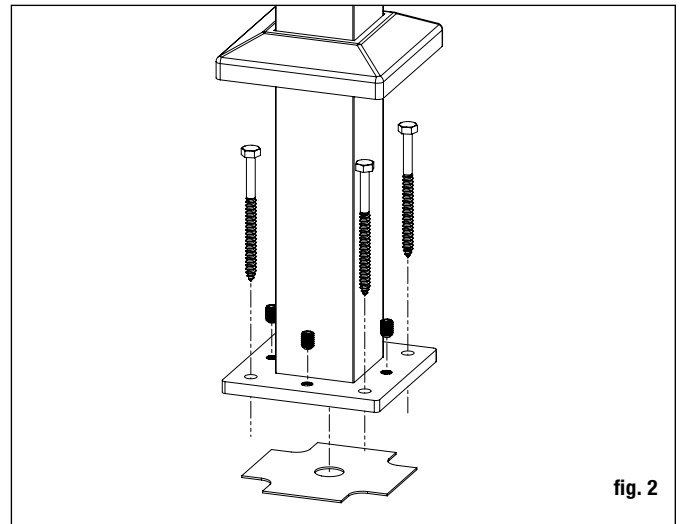

fig. 2
**Paso 1** Instale los postes fijando la base de aluminio a la superficie de la terraza. Coloque el poste de forma tal que los el sujetador penetre la viga del piso y asegúrese de que los tabloncillos estén encajados firmemente a la viga en la ubicación de los postes. De ser necesario, utilice bloques de madera bien fijos a la estructura de la viga como refuerzo debajo de los tabloncillos donde van los postes. Los sujetadores que sostienen la base de los postes a la superficie deben poderse asegurar a las vigas o llaves de refuerzo, no solo a los tabloncillos en sí. *Nota: Al instalar los postes de aluminio sobre una superficie de madera, los tornillos deben estar enroscados al menos 7.6 cm (3 pulg) dentro de madera sólida (sin incluir el piso de la terraza). Las tablas de terraza de 3.2 cm (5/4 pulg) o 3.8 cm (1 1/2 pulg) no tienen suficiente material para una instalación segura. De ser necesario, agregue material adicional a la parte inferior de la superficie (fig. 2).*